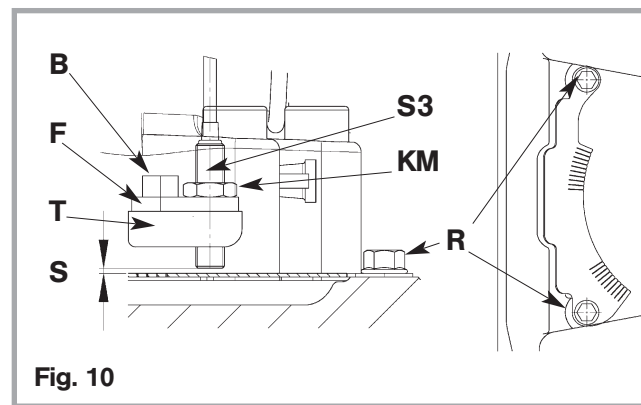

Fig. 10
- Il sensore non contrassegnato **S3** è già montato e deve eventualmente essere regolato (fig. 10).